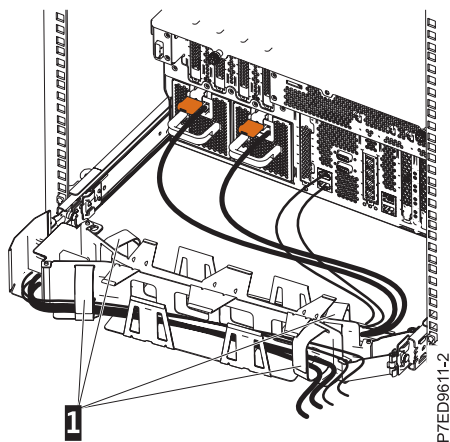

Figura 17. Conexión y recorrido del cable de alimentación
7. Haga pasar los cables de alimentación y los demás cables (incluidos los cables de teclado, monitor y ratón, si es necesario) en el brazo portacables (1), tal como se muestra en la Figura 17 en la página 14. Conecte todos los cables a la parte posterior del servidor excepto el cable de alimentación. Fije los cables con bridas o pasadores.